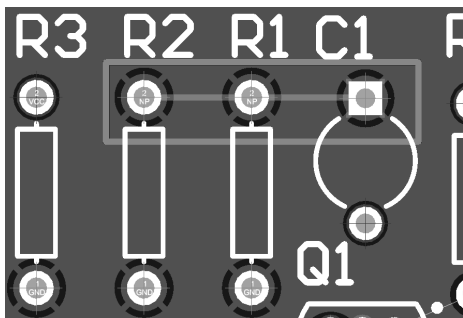

图 15-9 平面层分割后的结果
(5) 单击 OK 按钮后关闭该对话框，返回 PCB 编辑窗口，可以看到 R1、R2、C1 上部的三个焊盘中心出现了十字线，表明与平面层连接上了，如图 15-9 所示。此时可以删除信号层上 R1、R2 和 C1 上部三个焊盘之间的铜箔走线。